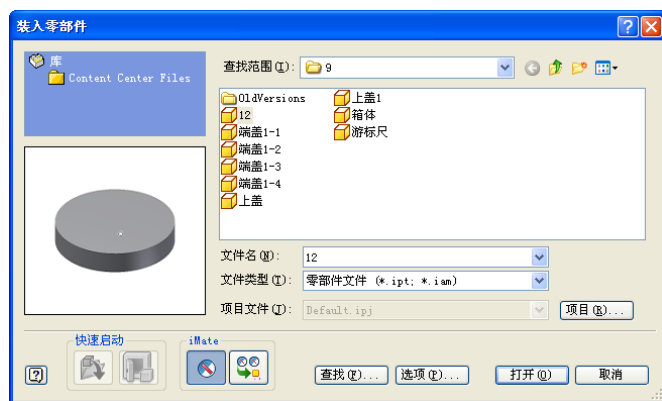

图 4-58 “装入零部件”对话框
- (1) 单击【部件】工具栏上的【放置】工具，装入一个或多个具有已定义 iMate 的零部件，注意确保在【放置】对话框中未选中【使用 iMate】选项，如图 4-58 所示。
- (2) 选择包含要匹配的 iMate 的零部件。
(1) 单击【装配】标签栏【零部件】面板上的【放置】工具按钮，在图 4-58 所示的【放置】对话框中选择具有一个或多个已定义 iMate 的零部件。注意一定要选中【使用 iMate】复选框，然后单击【打开】按钮。
(2) 零部件被自动放置，并且浏览器中显示一个退化的 iMate 符号。注意：如果所放置的零部件没有自动求解，则所选零部件将附着到图形窗口中的光标位置。单击以放置它，单击鼠标右键，然后选择【取消】选项。
(3) 选择和放置带有已定义 iMate 的其他零部件，确保每次都在【打开】对话框中选中【使用 iMate】选项。当新的零部件装入后，系统将根据零部件之间匹配的 iMate 名称自动完成装配。用户在这种模式下所需要进行的工作仅仅是装入零部件。